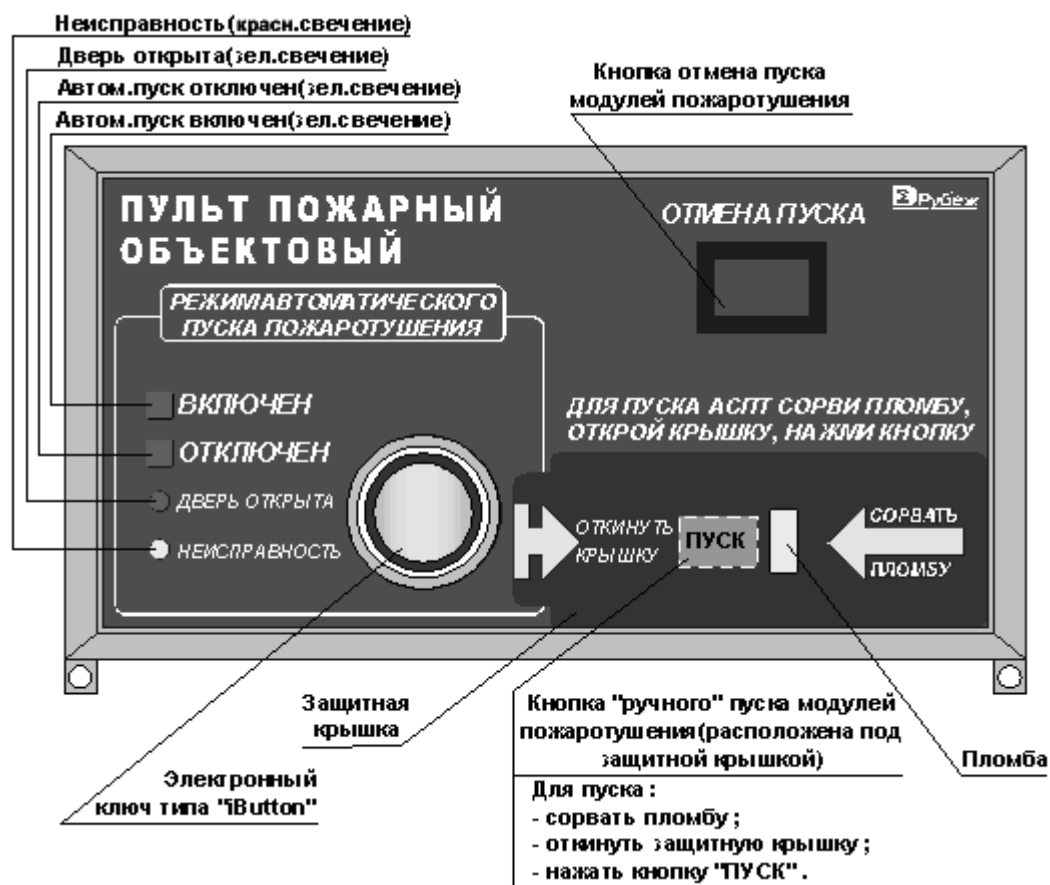

Рис. 1 Внешний вид ППО
В составе АСПТ ППО (Рис. 1) используется в качестве сетевого устройства и подключается по линии связи к БЦП по интерфейсу RS-485. Если ППО является последним устройством в линии RS-485 – необходимо установить перемычку JP1 согласующего резистора (120 Ом).
- индикатор состояния неисправности АСПТ и отсутствия связи с БЦП “НЕИСПРАВНОСТЬ”- **красный** на корпусе (Рис. 1)
- индикатор текущего режима АСПТ “АВТОМАТИКА ВКЛЮЧЕНА” – **зелёный** на корпусе (Рис. 1)
- индикатор текущего режима АСПТ “АВТОМАТИКА ОТКЛЮЧЕНА” – **зелёный** на корпусе (Рис. 1)
- индикатор текущего положения двери АСПТ “ДВЕРЬ ОТКРЫТА” - **зелёный** на корпусе (Рис. 1)